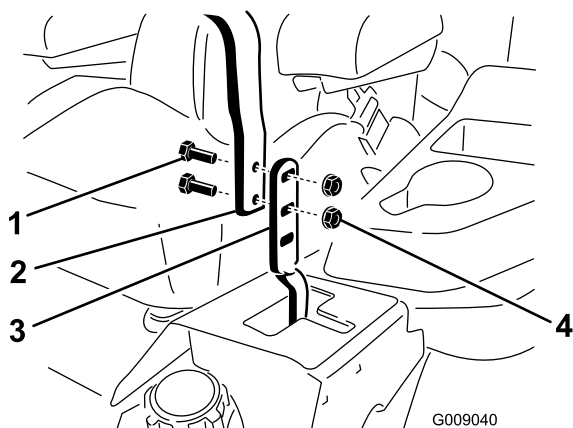

Figura 84
3. Allentate i bulloni e i dadi delle flange montati sulle leve (Figura 84).